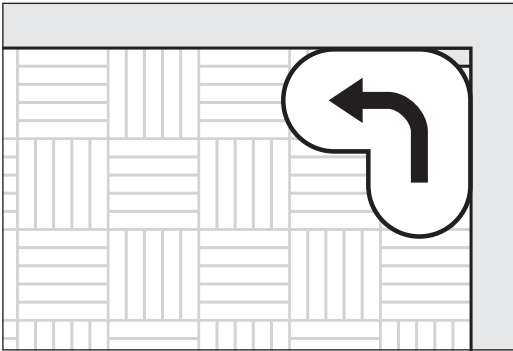

Abb. 15 ELAN mit **Eckenvorsatz**:
- Die ELAN mit **Eckenvorsatz** wird beim Schleifen **gegen den Uhrzeigersinn** bewegt (Abb. 15), da sonst tiefe Einschliffe entstehen können! Diese Einschliffe müssen dann sehr aufwendig beseitigt werden!